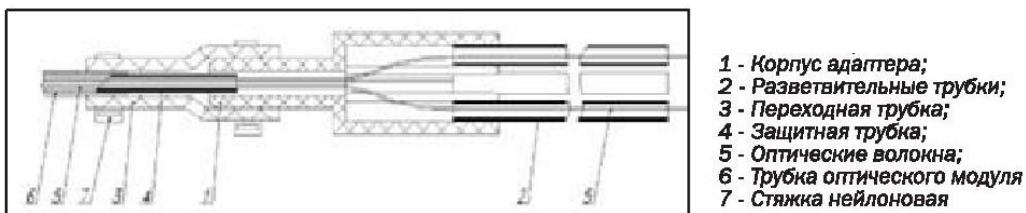

Рисунок 2 – Установка адаптера
5.6 Для облегчения установки защитной трубки срезать ее конец под углом 30° (см. рисунок 2).
6.3 Ввести ОВ в соответствующую модулю защитную трубку, вставить защитную трубку срезанным концом в модуль на 3-5 мм, затем ввести ОВ в переходную трубку и корпус адаптера. Надеть переходную трубку на оптический модуль. Закрепить переходную трубку стяжками на оптическом модуле и корпусе адаптера (рисунок 2).